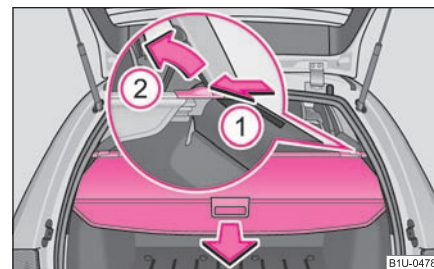

Fig. 77 Portbagajul: Demontarea măștii rulante de protecție a portbagajului
- Trageți masca rulantă a portbagajului în sensul indicat de săgeată ⇒ fig. 77.
⇒ pagina 71, fig. 77.